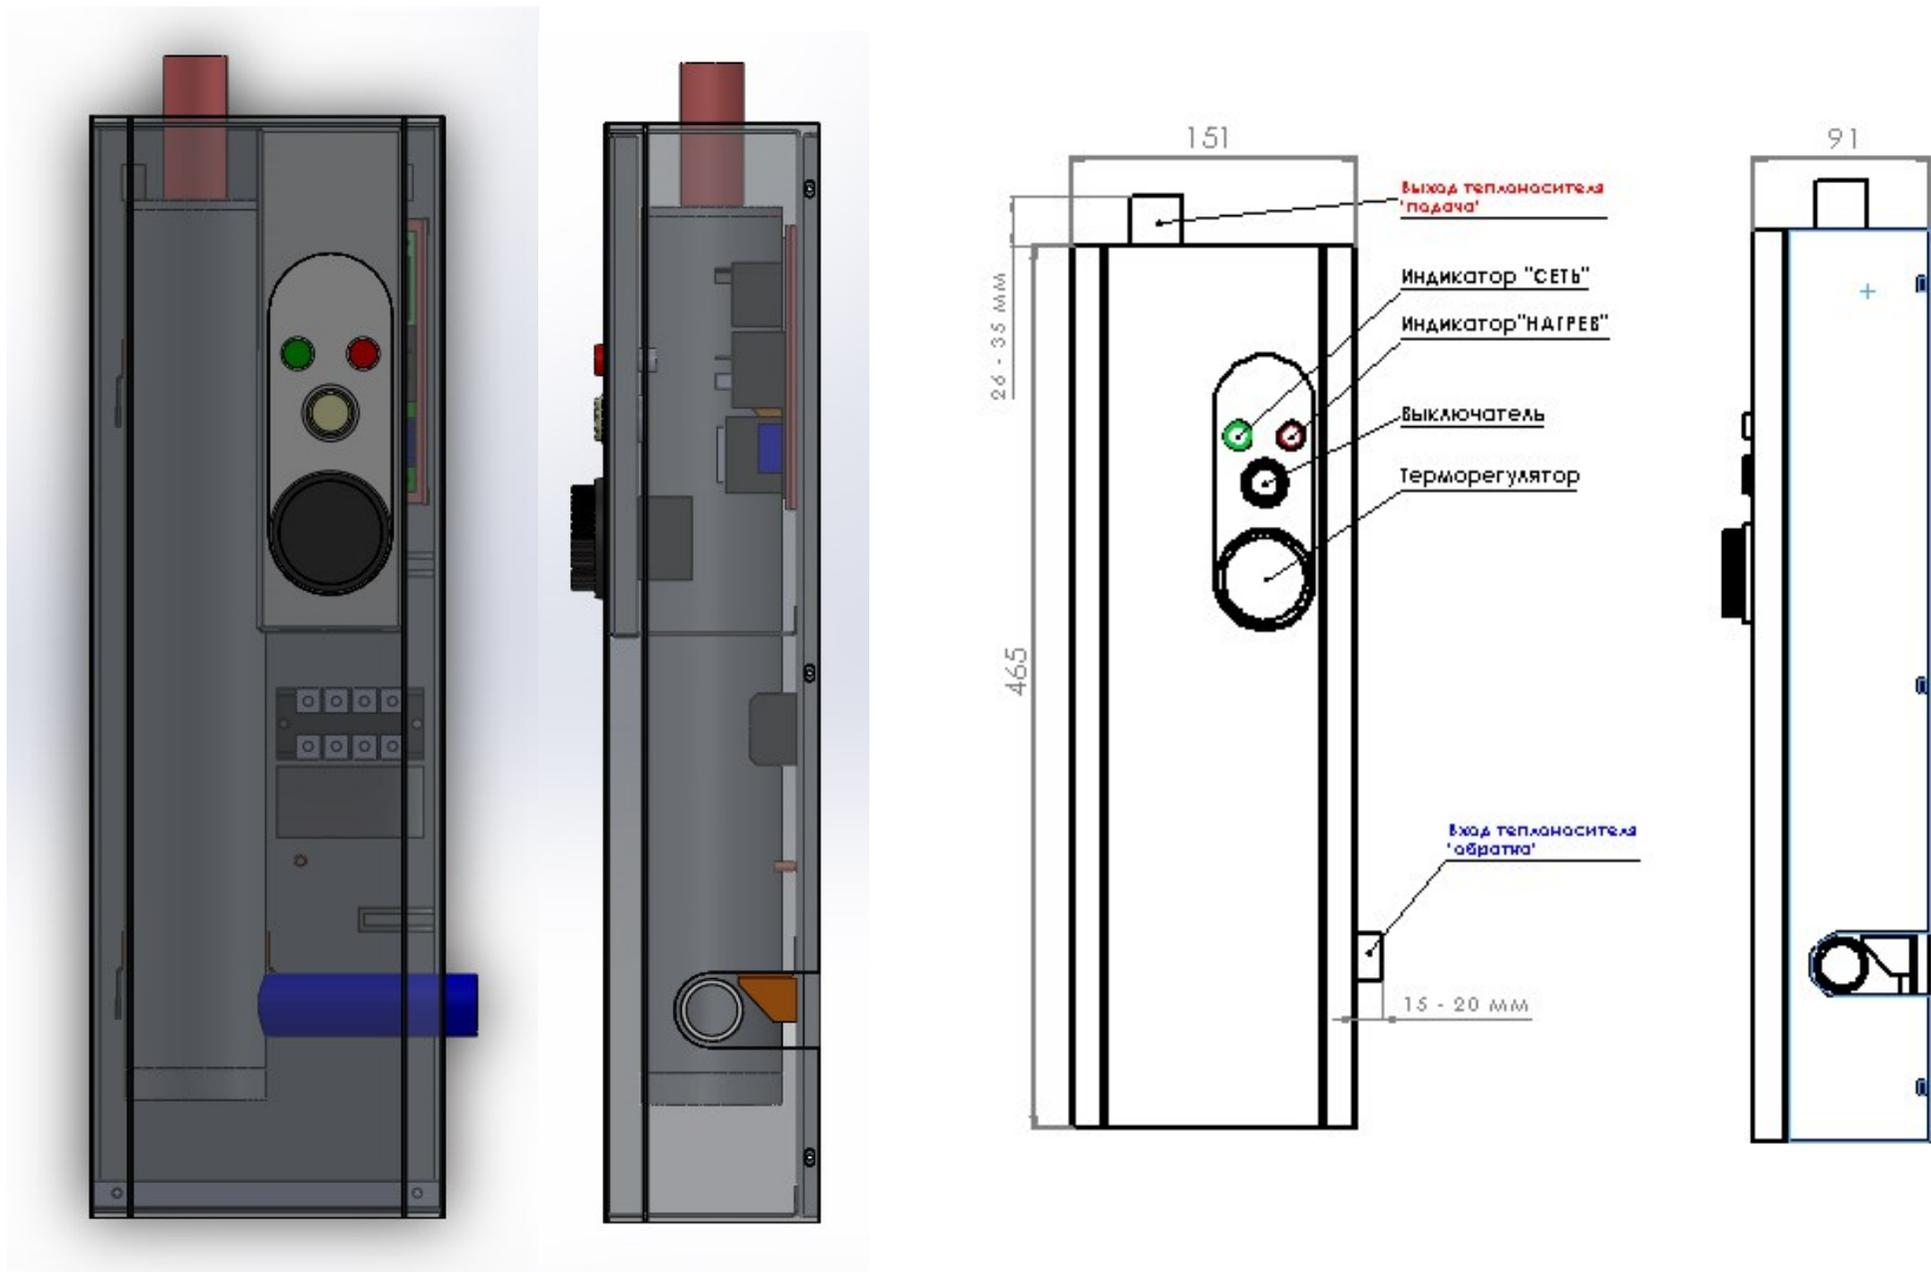

Рис. 1. Внешний вид электродкотла Tenko «Мини»
5.4. На передней панели прибора находится тумблер (см. рис. 1÷4) включение / выключение прибора, при включении его загорается светодиодный индикатор "Сеть". С помощью ручки терморегулятора (для аналоговых моделей) задается температура теплоносителя. Для цифрового управления температура задается с помощью клавиш управления и индикацией на LCD дисплее. Температура теплоносителя поддерживается автоматически, с отклонением $\pm 4^{\circ}\text{C}$ (для аналоговых моделей) и с точностью до 1°C для цифровых + регулируемый гистерезис. Во время нагрева загорается индикатор "Нагрев". Когда теплоноситель достиг заданной температуры, нагрев прекращается и индикатор гаснет.
Пример системы приведен на рис.1.